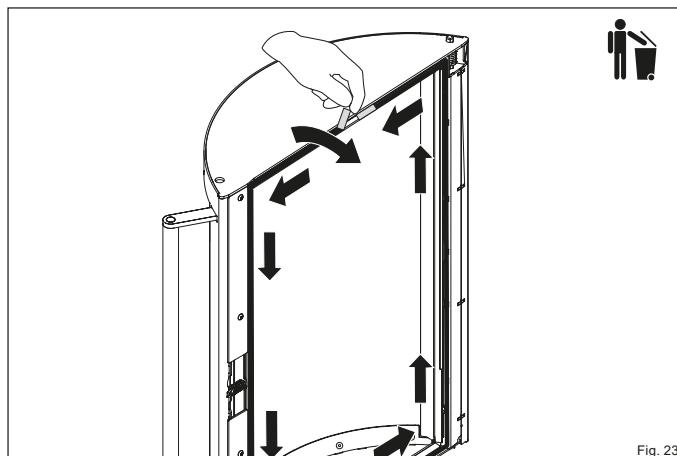

Fig. 23
- Retirez l'ancien joint du guide à partir de l'une de ses extrémités et jetez-le à la poubelle (Fig. 23).